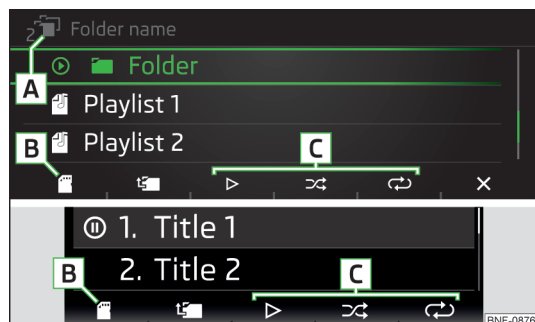

Fig. 104
Lista de la carpeta/título » fig. 104
- Para **seleccionar la fuente de audio en la lista de carpeta/título**, presionar nuevamente la tecla de función **[F]** hasta que se visualice en la pantalla la posición **[B]** » **fig. 104 de la pág. 85**.